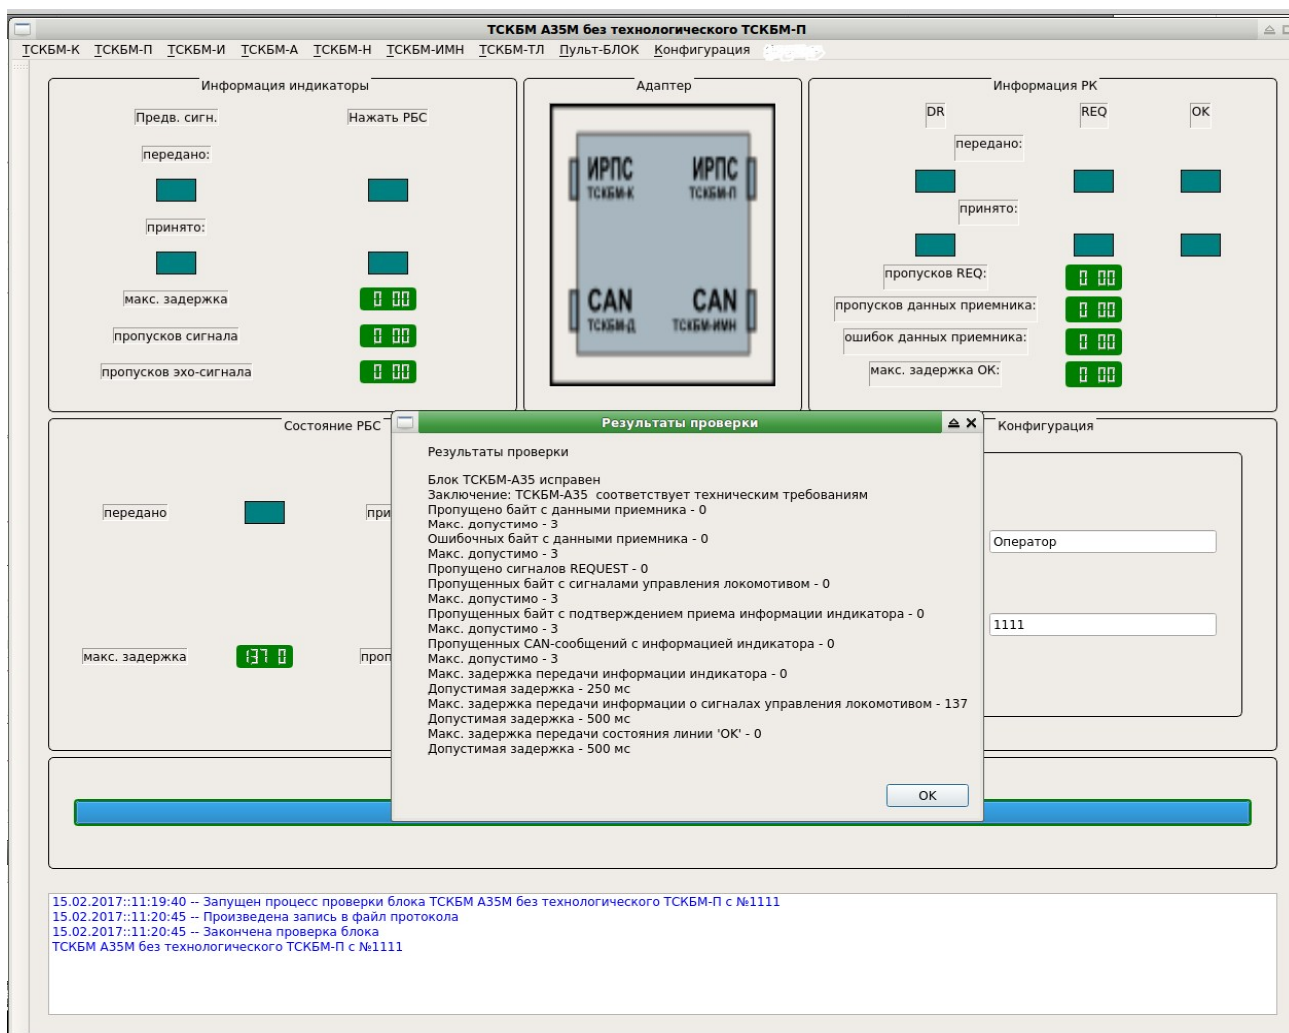

Рисунок 2.4.8.4 – Сообщение системы о результате проверки блока ТСКБМ-А
- 5) Критерием исправного состояния блока ТСКБМ-А является сообщение программы «Блок ТСКБМ-А исправен», см. рисунок 2.4.8.4. В случае неисправного блока ТСКБМ-А появится сообщение о неисправности и в контролируемых параметрах на панели (рисунок 2.4.8.4) и в протоколе по п.2.4.6.3(2) будет указана информация о выходе параметра за допустимые пределы.